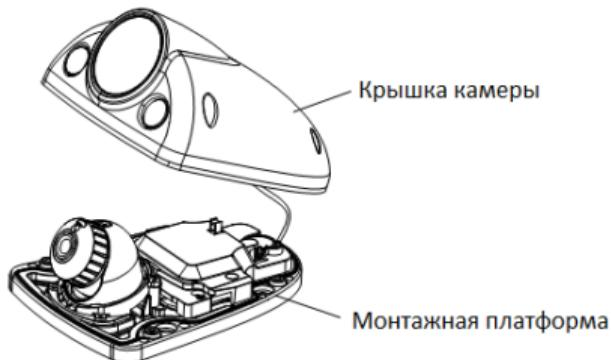

Рисунок 2-3 Демонтаж камеры
- Произведите демонтаж камеры: ослабьте и удалите 4 винта, располагающихся на крышке камеры, и отделите крышку от монтажной платформы (рисунок 2-3).